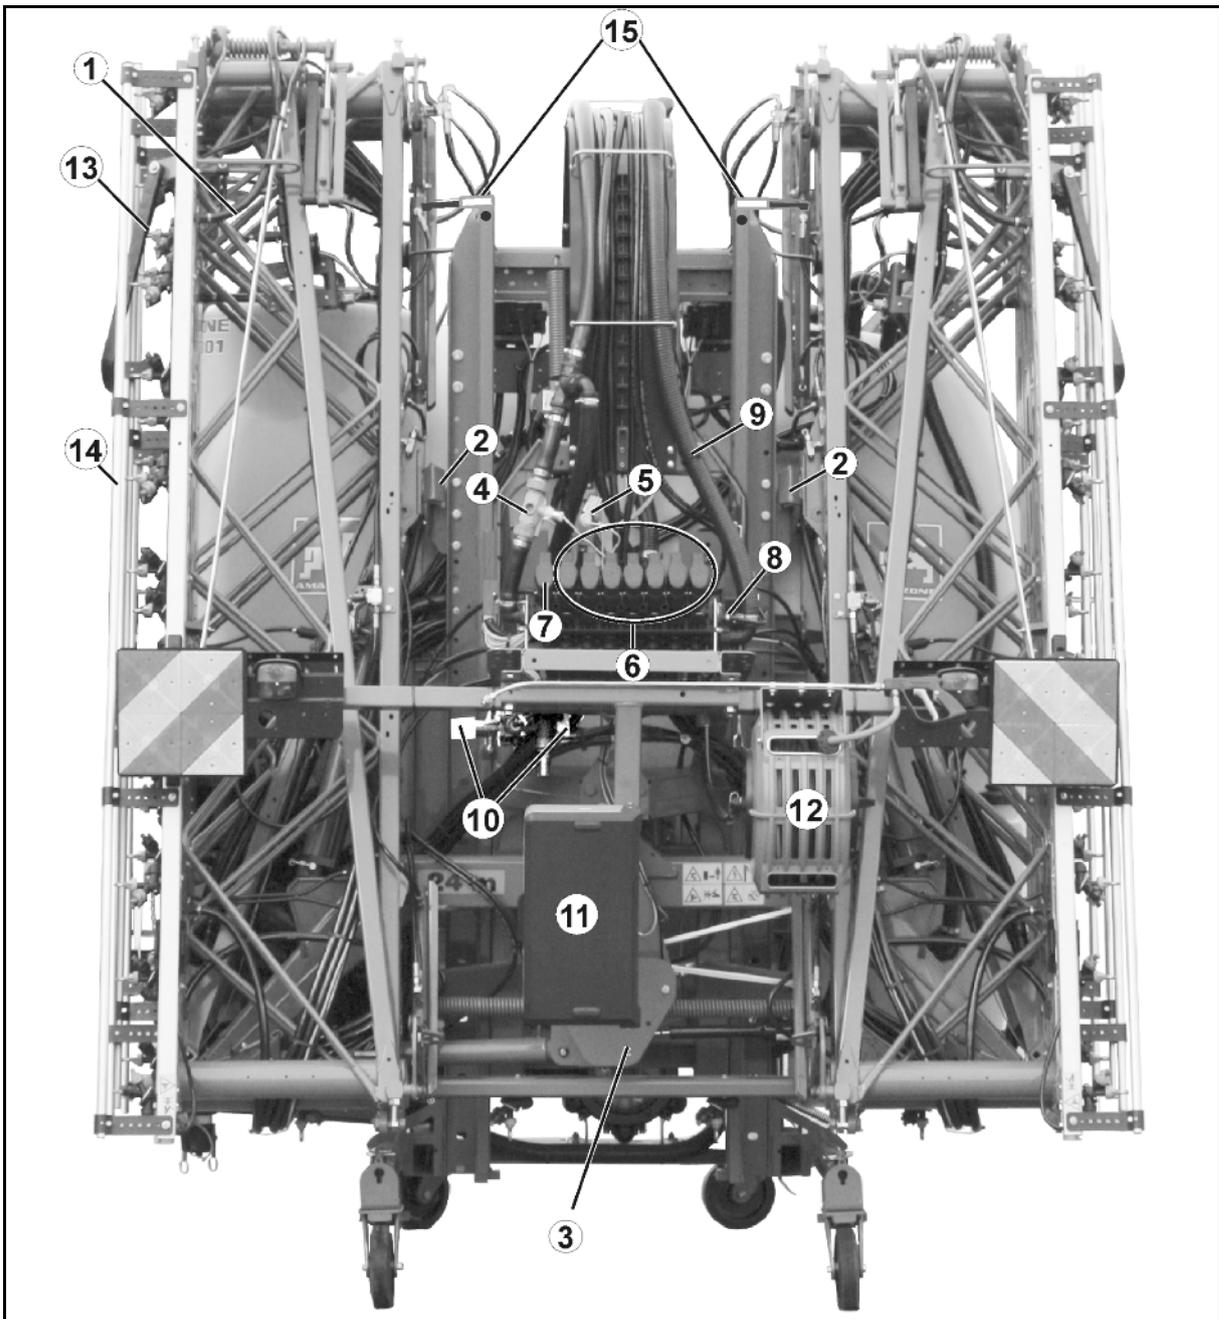

Fig. 81
4. Nach dem Einklappen darauf achten, dass die Transportsicherung korrekt einrastet (Fig. 81).